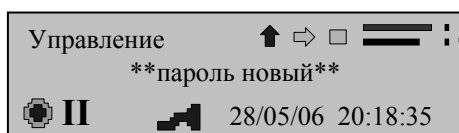
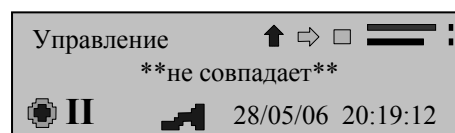

рисунок 22
рисунок 23
- при верно введённом пароле прибор сообщит об успешном изменении пароля (рисунок 22), при неверно введённом пароле прибор сообщит об ошибке и перейдёт к началу подпункта (рисунок 23).